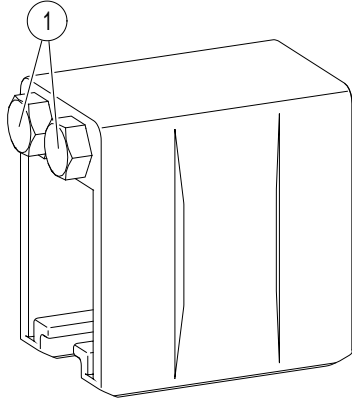

Abb. 86: Seitliche Schrauben an der Fixpunkt клемme
- Die zwei seitlichen Schrauben (Pos. 1) (siehe Abb. 86) an der Fixpunktklemme mit dem vorgeschriebenen Drehmoment anziehen (SW 8, Drehmomentschlüssel: **10 Nm**). Falls vorhanden, müssen an den nächstgelegenen Dehnelementen nach dem Anziehen des Fixpunkts noch einmal der eingestellte Luftspalt der Dehnstellen im Dehnelement überprüft werden (siehe Kapitel 6.4.3.6).